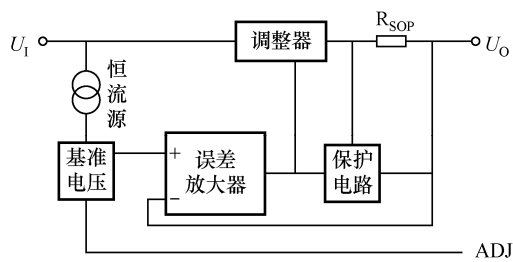

图 7-22 可调输出三端稳压管的内部原理框图
(2) 原理框图：可调输出三端稳压管的内部原理框图如图 7-22 所示。